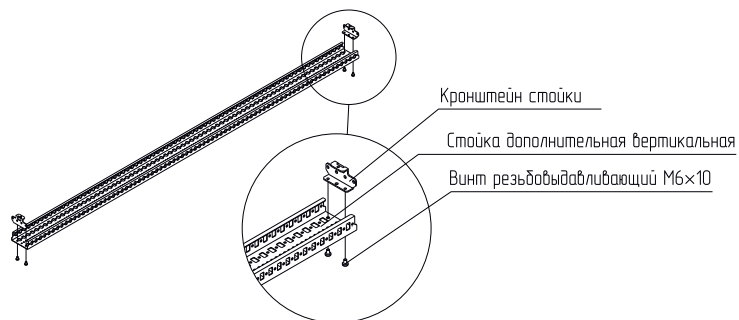

Рисунок 2
4.1.2 Вставить кронштейны стойки в стойку дополнительную вертикальную и зафиксировать винтами M6×10 (рисунок 2). Момент затяжки – 7 Н·м.